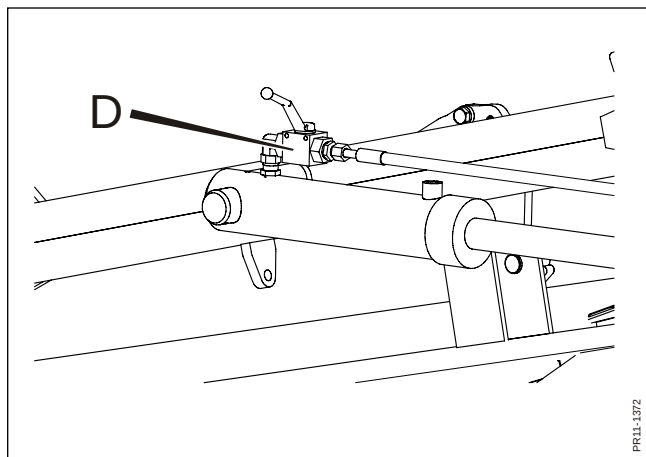

Fig. 3-7
- Fig. 3-7**
- Fig. 3-7** Lyft upp maskinen.